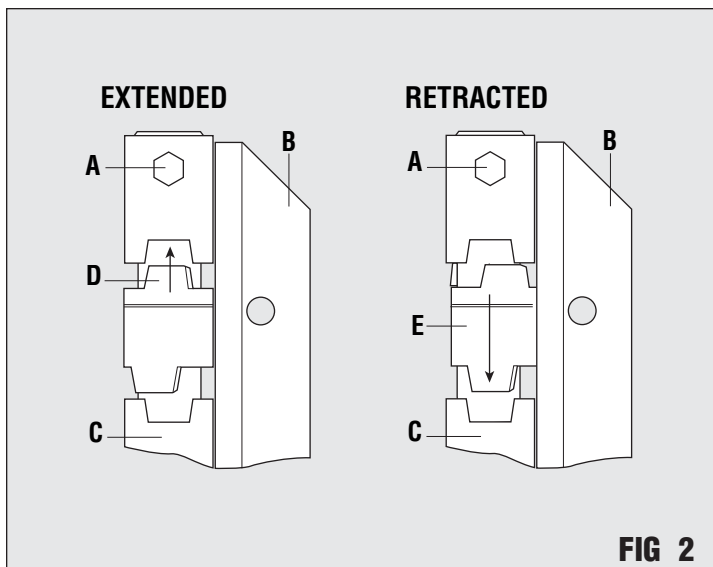

FIG 2
- The end with the 1/4" thru-bolt must be at the top of the bracket during installation (FIG 2-A).
Extended Position - Lift jack and swing outward from camper body to clear truck's dual wheel fenders. When jack is in the extended position, be sure the bracket attached to the jack (FIG 2-D) rides up into the notch in the camper corner angle bracket attached to the camper (FIG 2-D). This must be done visually prior to loading jack.
Retracted Position - After the jack is retracted, lift the jack and rotate it forward (inward) so when released, the bracket attached to the jack rides down into the notch in the camper corner angle (FIG 2-E).
1. L'extrémité comportant le boulon traversant d'1/4 po. doit se trouver en haut du support, au cours de l'installation (FIG 2-A).
Position ouverte - Soulever le vérin et ouvrir vers l'extérieur par rapport à la structure de la cellule, de manière à dégager les garde-boue des roues jumelées du camion. Lorsque le vérin est en position ouverte, s'assurer que le support rattaché au vérin (FIG 2-D) remonte dans l'encoche du support en angle qui est rattaché au coin de la cellule amovible (FIG 2-D). Ceci doit se faire par inspection visuelle, avant de charger le vérin.
Position fermée - Une fois que le vérin est rentré, soulever le vérin et le faire tourner vers l'avant (ou l'intérieur) de façon à ce qu'une fois relâché, le support rattaché au vérin descende dans l'encoche du coin de la cellule amovible (FIG 2-E).